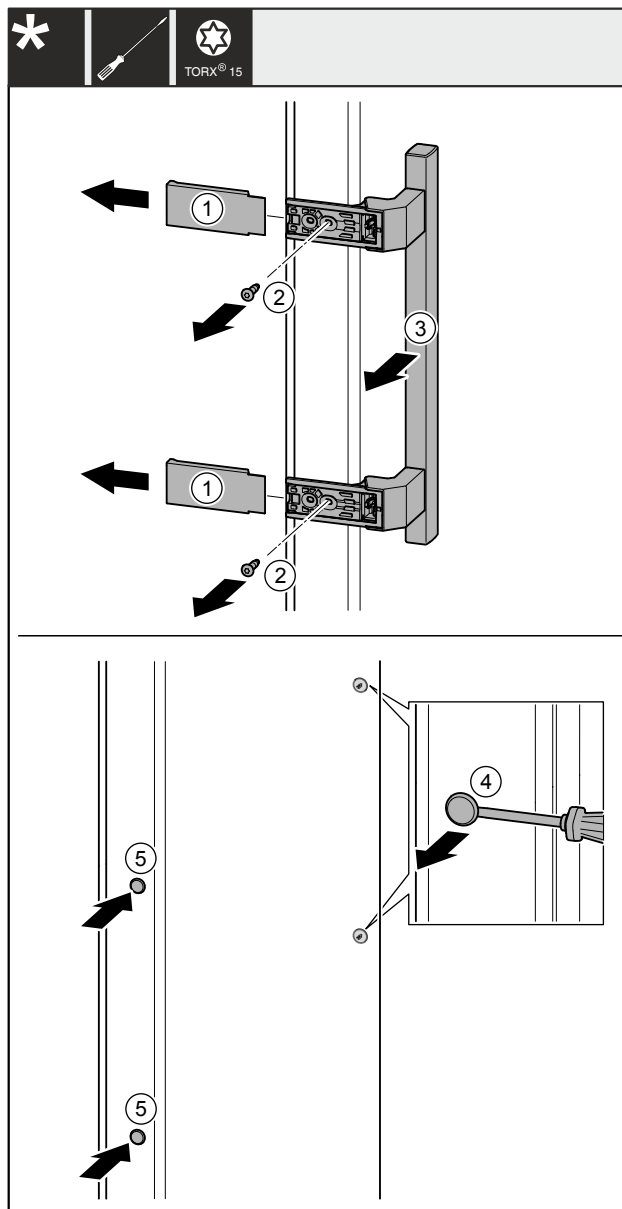

Fig. 41
- ▶ Zdjąć osłony Fig. 41 (1).
- ▶ Wykręcić śruby Fig. 41 (2) przy użyciu śrubokręta.
- ▶ Zdjąć uchwyt Fig. 41 (3).
- ▶ Podważyć ostrożnie boczną zatyczkę Fig. 41 (4) przy pomocy śrubokręta i wyjąć.
- ▶ Założyć zatyczkę Fig. 41 (5) ponownie z drugiej strony.